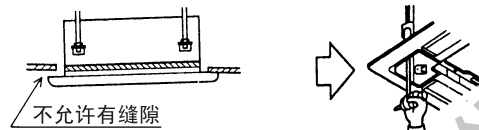

图9
- 若上紧螺钉后，装饰面板与天花板间仍有缝隙，请重新调整室内机组机体的高度（见图 9）。